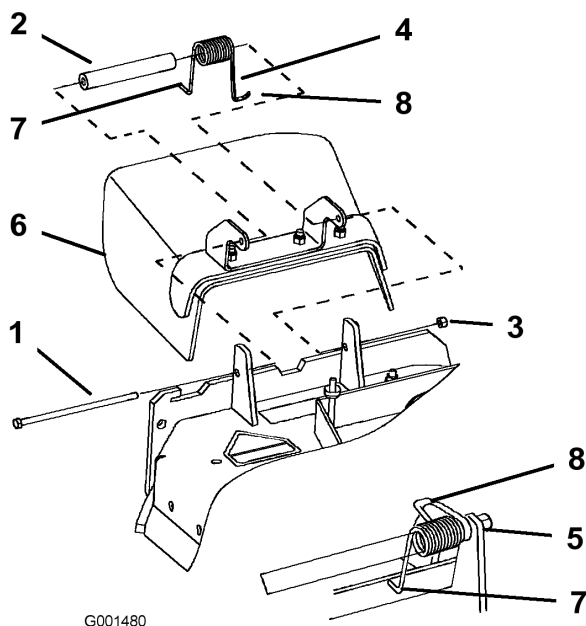

Figure 62
1. Retirez le contre-écrou, le boulon, le ressort et l'entretoise qui fixent le déflecteur aux supports de pivot (Figure 62). Enlevez le déflecteur s'il est endommagé ou usé.